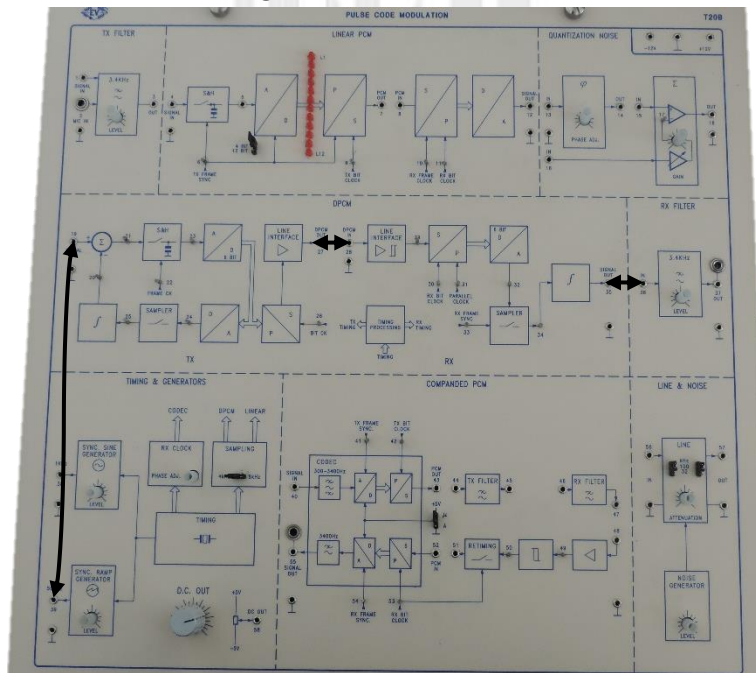

Figura 5.3 Diagrama de conexiones en el módulo T20-B.
4. Por medio del osciloscopio obtener del generador de diente de sierra (TP39) en la sección TIMING & GENERATORS, una señal diente de sierra de 2 Vpp de amplitud y aplicarla a la entrada del modulador PCM diferencial (TP19) (Figura 5.3).